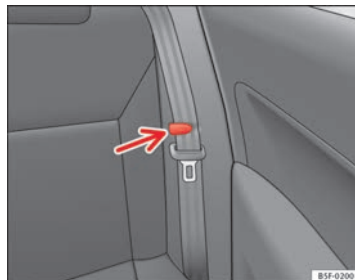

Fig. 82 Pince pour ceinture de sécurité
- Placer les ceintures de sécurité latérales dans la pince du revêtement ⇒ fig. 82.